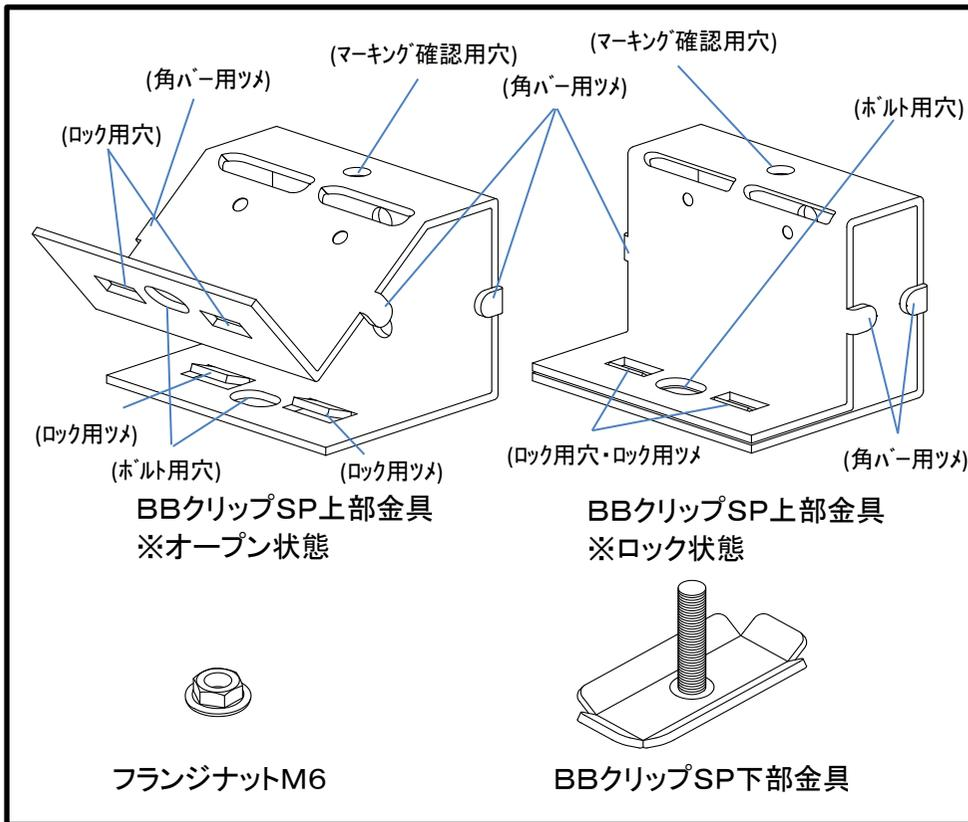

図1
- ・BBクリップSP上部金具は初めオープン状態になっています。角バーを固定時に開いた部分を閉じることでロック状態になります(図1)。
※4・図5-4・5-5でBBクリップSP上部金具をロック状態にした時に音と目視できちんと両側ロック状態になっているかを必ず確認して下さい(図1・※1参照)。